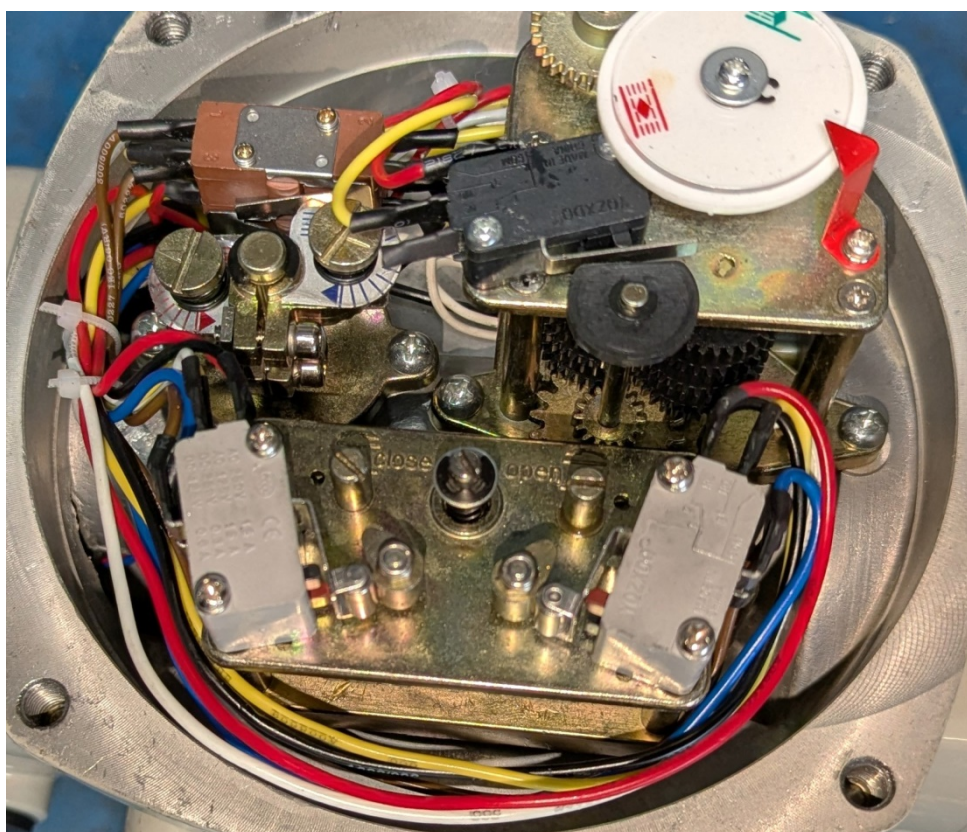
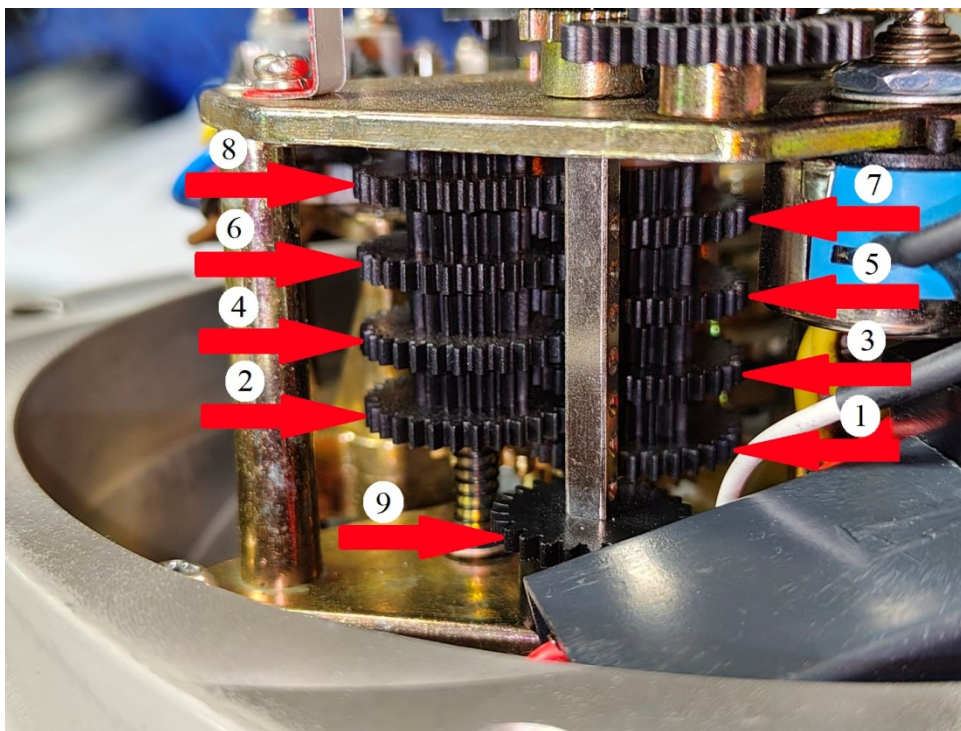

Рисунок 5. Электропривод с открытой крышкой
Рисунок 6. Устройство счетчика (понижающего редуктора)
2.6.4. Механизм счетчика (понижающего редуктора) установлен под механическим указателем положения (рис.5). Настройка счетчика выполняется следующим образом – используя плоскую отвертку переместить настроечную шестерню 9 (рис.6) вдоль вала и ввести ее в зацепление с шестерней необходимой ступени 1-8.